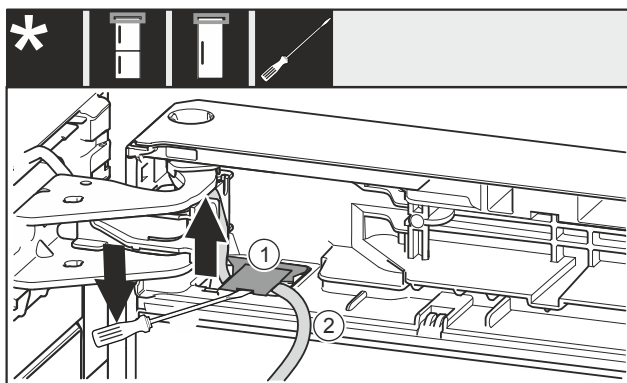

Fig. 23
- Mit Schlitzschraubendreher die Abdeckung Fig. 23 (1) anheben und herausziehen.
- Kabel Fig. 23 (2) herausziehen.